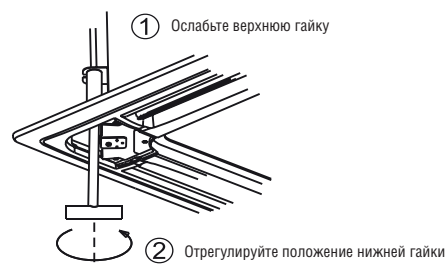

Рисунок 4-17
- 5) Высоту внутреннего блока можно регулировать через отверстия в углах декоративной панели — если поднятие корпуса и дренажной трубки не нарушит их положения (см. рис. 4-17).